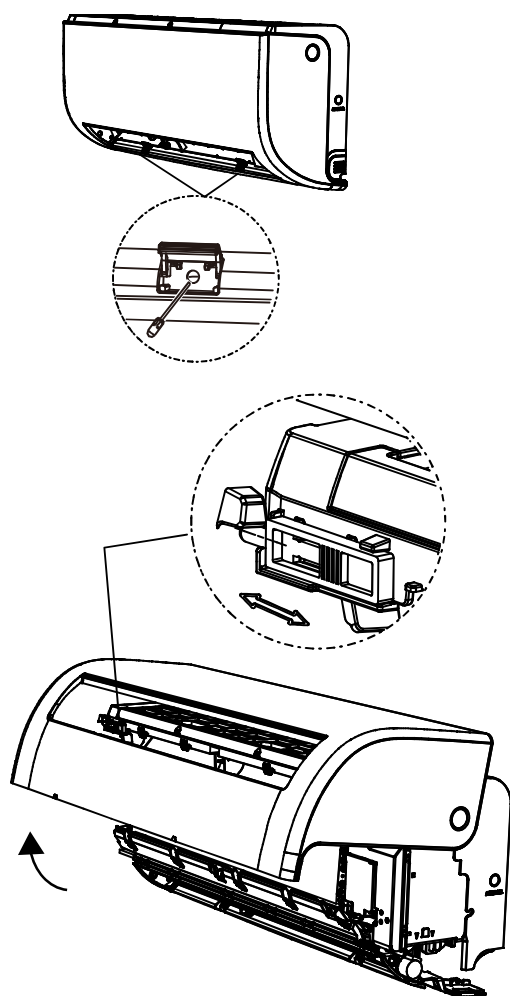

Fig. 4.7
2. Primeramente abre y corregir la posición del panel, destornillar los dos tornillos mostrados en las imágenes abajo, después abre el panel, y corregir la posición del panel por el seguro. (Ver fig. 4.7)